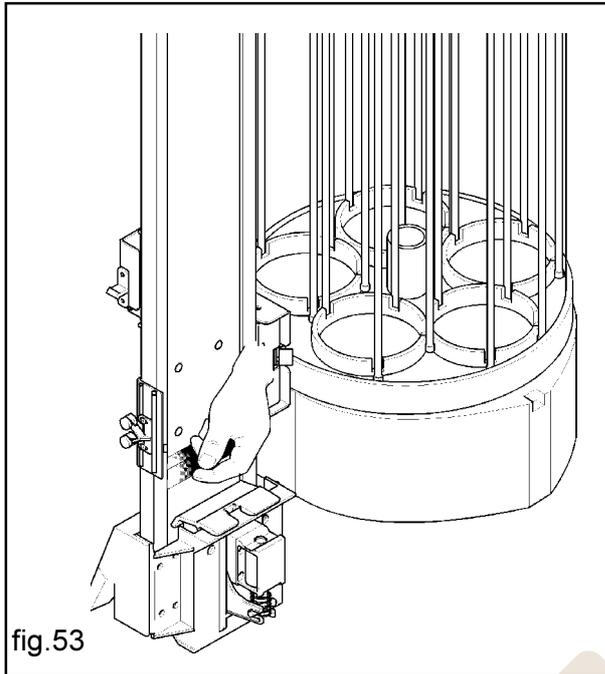

fig.53
- Quitar el contrapeso metálico del cajón de paletinas (fig. 53)